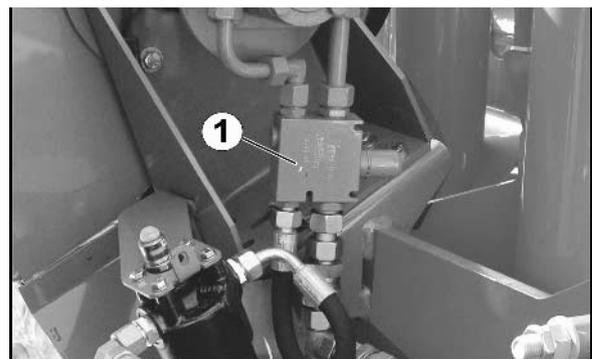

Fig. 103
- Válvula limitadora de presión (Fig. 103/1)